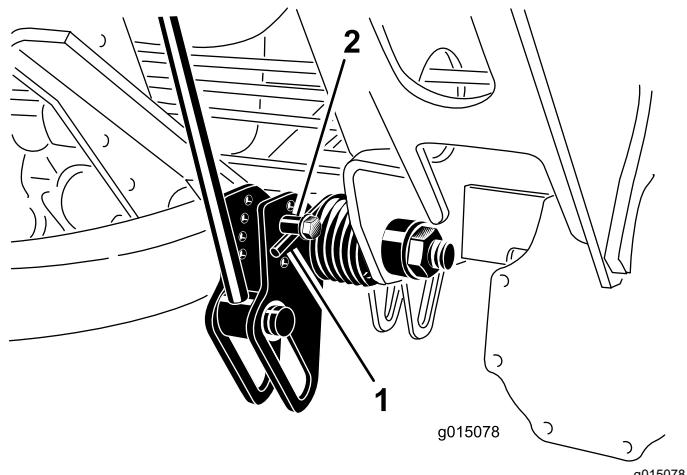

図 60
- 調整作業の最中に、スプリングのテンションが掛からないようにするために、スプリングの長い方の端にパイプなどを通してスプリングの力を殺しておく図 60。
- スプリングのテンションをなくしたら、スプリングアクチュエータを固定しているボルトとロックナットを外す図 60。